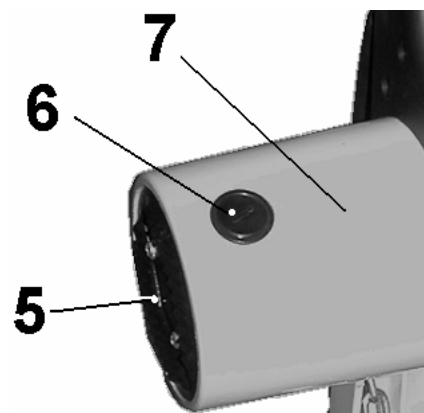
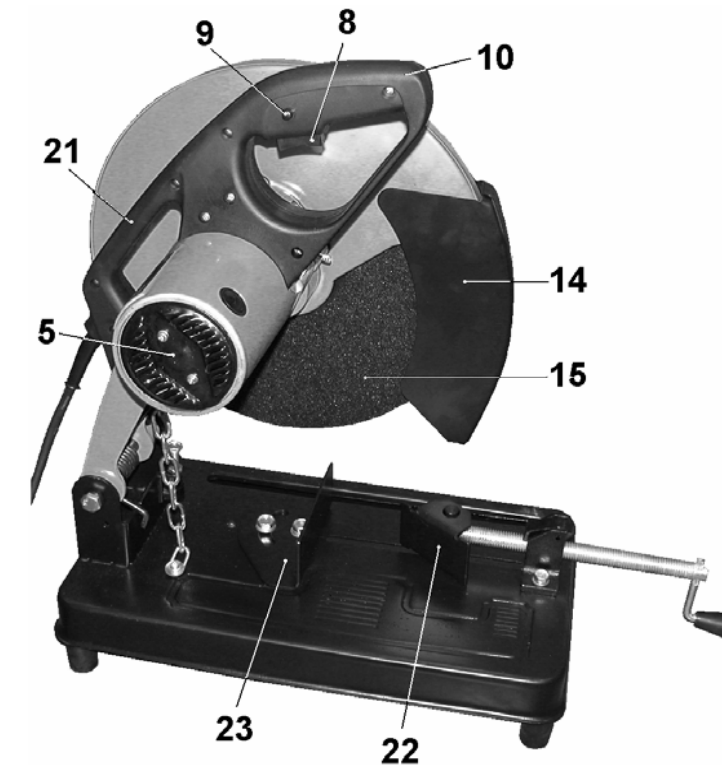

Рис. 11
Рис. 3
13. ЗАМЕНА ЩЁТОК (Рис. 11)
14.1. Периодически с рабочего стола удаляйте стружку и пыль, Рис. 3, со всех резьбовых и подвижных узлов и механизмов машины. Постоянно очищайте (продувайте) отверстия крышки двигателя (5), Рис. 11.
ВНИМАНИЕ: Перед проверкой и регулировкой узлов и механизмов машины отсоедините вилку (2) шнура электропитания (3) от розетки электросети, Рис. 3.